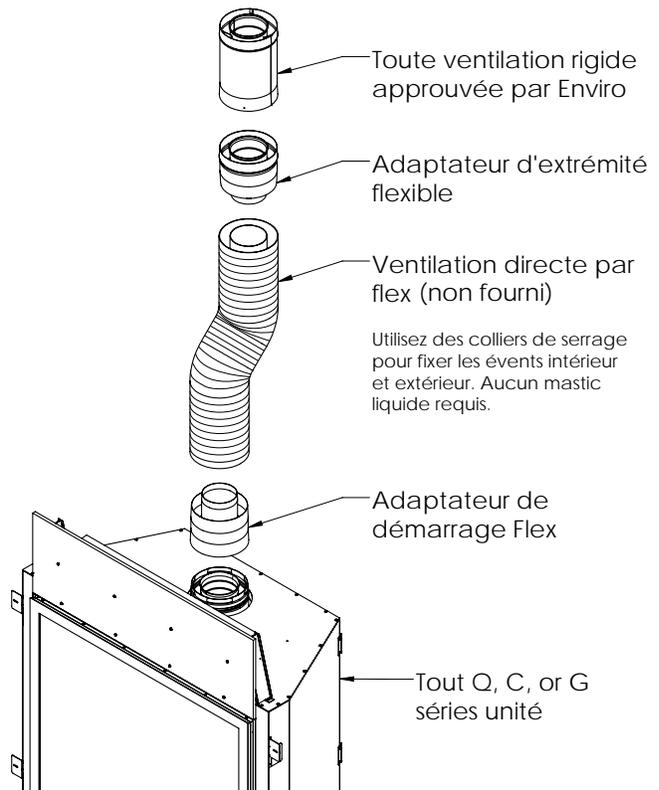
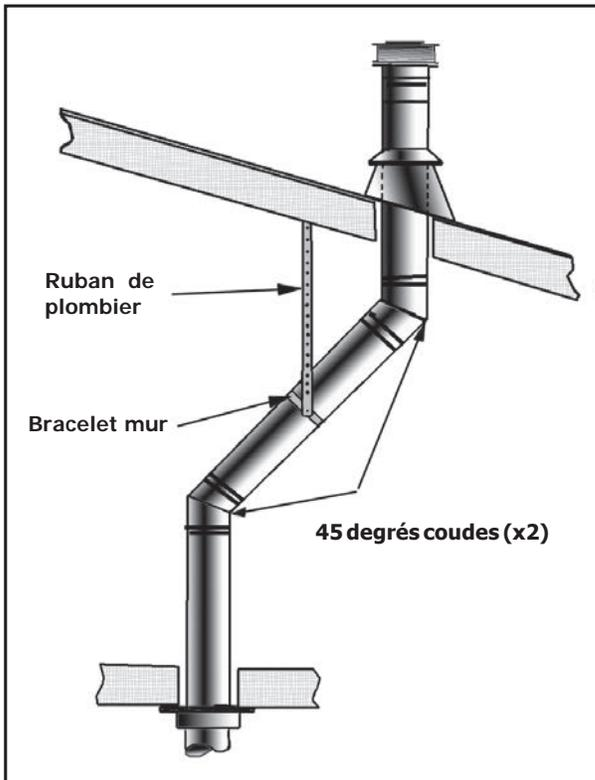

Figure 28. Installation du kit d'adaptateur Flex
Figure 29: L'utilisation des sangles murales.
Tableau 8: 'H' minimum pour la Figure 28
- (1) Si vous devez déplacer le système d'évacuation dans le grenier pour éviter les obstacles, il est important de supporter le conduit à chaque 3 pi (914 mm) pour éviter du stress sur les coudes, ou la possibilité de séparation des joints. Des sangles de mur sont disponible à cette fin (voir la figure 28).
- (2) Quand possible, utilisez des coudes de 45° au lieu de ceux de 90°. Les coudes de 45° causent moins de restriction au flux de gaz et d'air.
- (3) Pour des installations à plusieurs étages, il vous faut un coupe-feu au plafond du deuxième étage, et à toute étage subséquente (voir la figure 29). L'ouverture doit être encadrée à des dimensions de 10 po (254 mm) x 10 po (254 mm), de la même manière que démontré dans la figure 22.